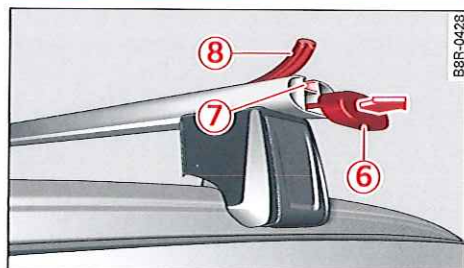

Fig. 92 Barres de toit : introduction du profilé de recouvrement dans la galerie porte-bagages
- Pour monter des accessoires sur la galerie porte-bagages, retirez le cache (6) ⇒ fig. 92.
- Introduisez les accessoires dans la gorgée en forme de T (7).